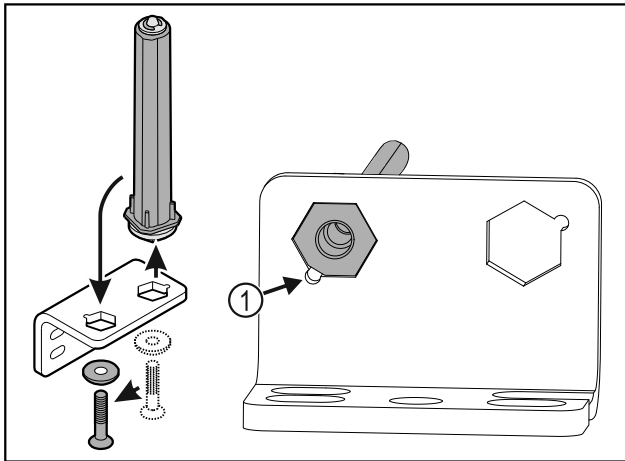

Fig. 35
- ▶ Aveți în vedere ca la introducere, teșitura bolțului Fig. 35 (1) să fie orientată spre orificiul rotund.